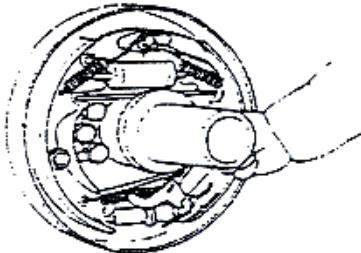

Рис. 2-30
- (8) Смонтируйте тормозную колодку на опорную стойку, затем установите возвратную пружину на тормозную колодку. Сначала установите основную тормозную колодку, затем вспомогательную. См. Рис. 2-30.
(9) Установите регулировочный механизм, пружину, толкатель, возвратную пружину толкателя. При установке обратите внимание на следующие моменты:
- (10) Присоедините тормозные трубки к колесным цилиндрам.
- (11) Измерьте внутренний диаметр тормозного барабана и наружный диаметр